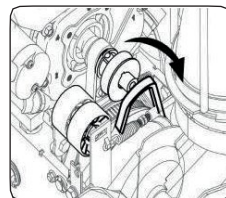

Рисунок 29
- с. Снимите ремень привода со шкива двигателя. См. Рисунок 29.